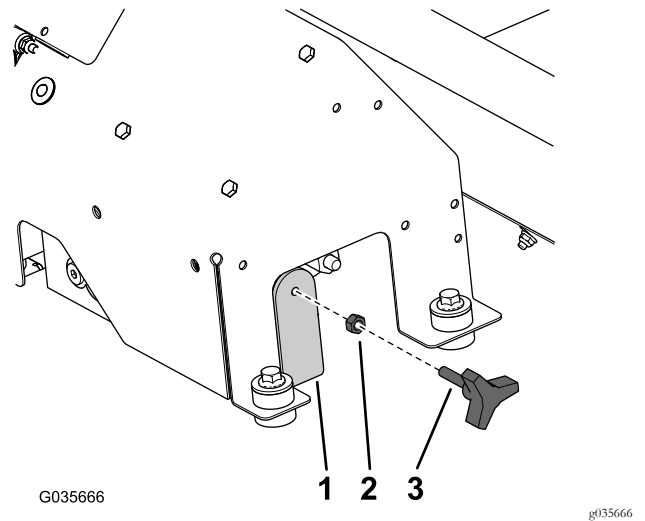

Figura 20
1. Retire el pomo de arnés retirado y móntelo en el soporte del pomo instalado previamente (Figura 20).